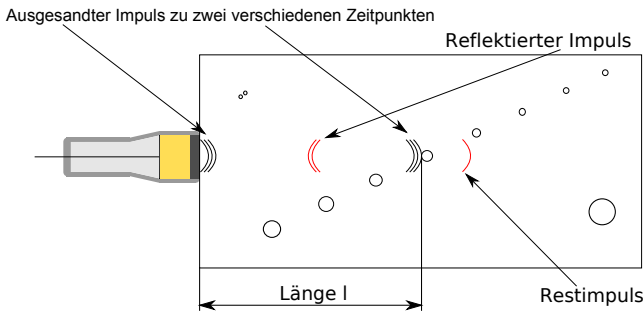
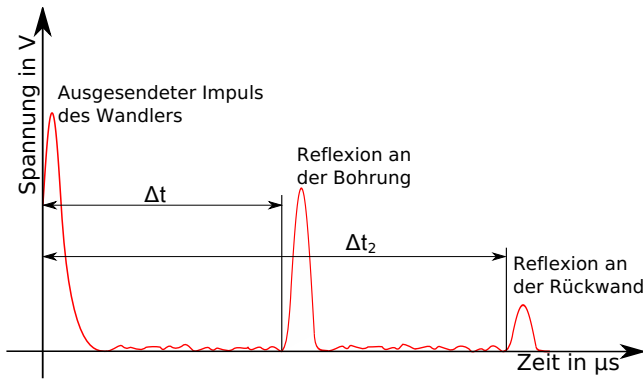

Abbildung 13: Schematische Darstellung des Impuls-Echo-Verfahrens.
Abbildung 14: A-Bild einer Impuls-Echo-Messung.
wie es in diesem Versuch vorkommt. In Abb. 13 ist ei-
Das Ultraschallgerät sendet nun einen kurzen elektrischen Impuls aus und schaltet dann sofort auf Empfang um. Es dann registriert die Schwingungen des Piezokristalls und wandelt diese in elektrische Signale um, die mit einem Oszilloskop oder einer entsprechenden Software aufgezeichnet werden können. Das so aufgezeichnete Bild wird *A-Bild* genannt. Dabei steht das A für Amplitude, da die Schwingungen der Sonde als Amplitude in Abhängigkeit von der Zeit aufgetragen werden. Das A - Bild könnte z.B. so wie in Abb. 14 aussehen. Der erste Impuls in Abb. 14, der gleich nach
dem Aussenden des elektrischen Impulses aufgezeichnet wird, ist dabei der mechanische Impuls der Sonde, der durch den elektrischen Impuls ausgelöst wurde. Dieser Impuls breitet sich nun im Medium aus und wird teilweise an einer der Bohrungen in Abb. 13 reflektiert (Acryl/Luft-Grenzschicht). Der reflektierte Impuls läuft dann wieder zurück zur Sonde und regt diese erneut zum Schwingen an. Die Schwingungen werden vom Gerät also nach einer Laufzeit Δt registriert und im A-Bild als ein weiterer Ausschlag sichtbar (Abb. 14). Da sich der Impuls mit Schallgeschwindigkeit ausbrei-
- Koppeln Sie mit einem Tropfen Wasser aus der Spritzflasche die Ultraschallsonde an die Oberseite des Quaders (wie in **M3**) an, um die gemessene Strecke b zu durchschallen. Beobachten Sie dabei das A-Bild am Computer (vgl. Abb. 14). Diese Daten werden Ihnen in Form von Screenshots zur Verfügung gestellt. *Warum darf kein Wasser zwischen Quader und Tischplatte gelangen?*
- Messen Sie die Laufzeit der Reflexion an der Rückwand eines Screenshot mithilfe eines Lineals, Messpunkte jeweils an den Anfängen der Impulse (vgl. Abb. 14).
- Messen Sie die Laufzeit der Reflexion an der Rückwand mithilfe des Cursors (vgl. **M2**, Anhang) indem Sie den Anfang des Impulses messen (vgl. Abb. 14). Bestimmen Sie die Messunsicherheit, indem Sie die Messung mehrmals (mind. 5 mal) wiederholen (das Bild immer neu einfrieren!).